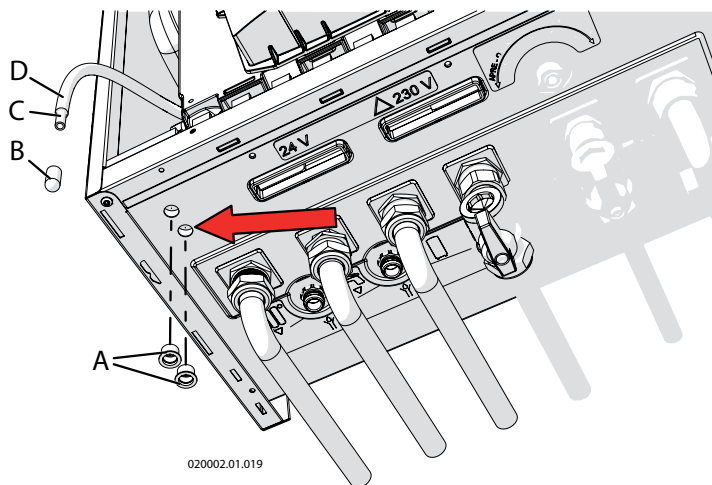

Figura 6.9 - Prese di pressione dell'aria comburente
- 4.- togliere i tappi "A" (vedi figura 6.9);
- 5.- prendere il tubo flessibile "D" che si trova all'interno dell'apparecchio e togliervi il tappo "B" (vedi figura 6.9);
- 6.- inserire il tubo "D" all'interno del foro indicato dalla freccia in figura 6.9;
Alla fine del controllo, rimuovere il tubo "E", richiudere i fori indicati dalla freccia con i tappi "A" rimossi in precedenza, richiudere il tubo "D" con il tappo "B" e richiudere la presa di pressione "H" di cui alla figura 6.9 e 6.10.